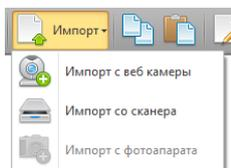

Рисунок 98
- выберите источник, с которого будет загружен документ сканер или веб камера (Рис. 98)